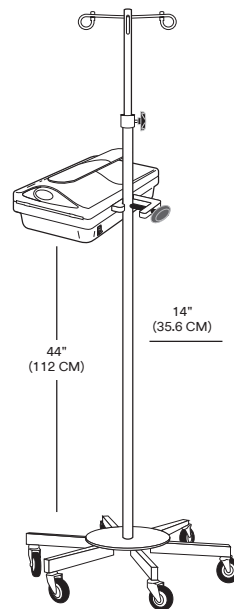

图 3
1. 将 Ranger 输血/输液加热器连接到静脉输液架。牢固拧紧输液架夹具 (参见图 3)。